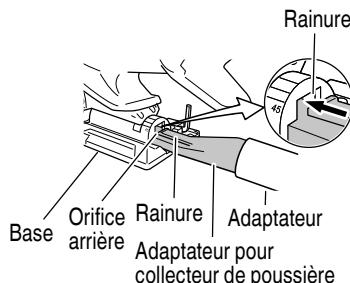

Fig. 36
- (6) Insérer le adaptateur pour collecteur de poussière dans l'orifice arrière de la base jusqu'à ce que le crochet s'enclenche dans la rainure. (Fig. 36)
- (7) Appuyer sur le crochet pour retirer le adaptateur pour collecteur de poussière.